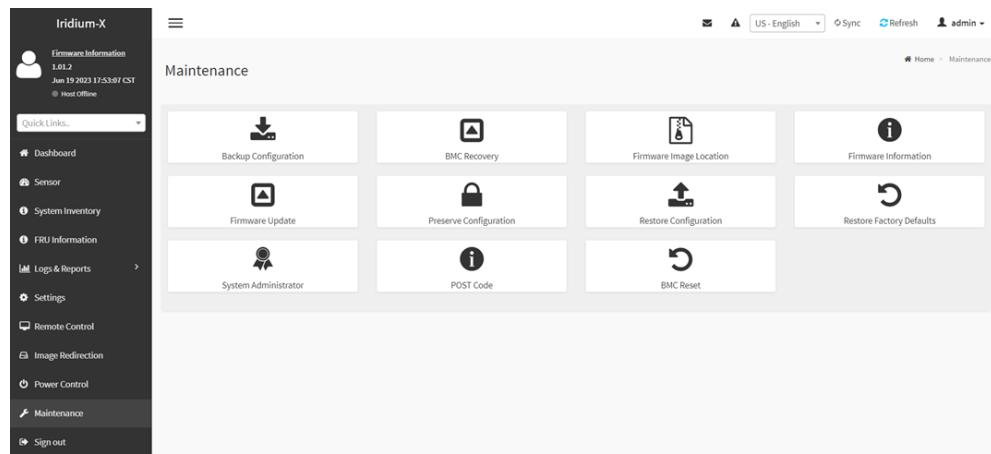

Рисунок 44 - Раздел «Maintenance»
9) Раздел «*Maintenance*» содержит настройки и информацию о BMC (см. Рисунок 44).